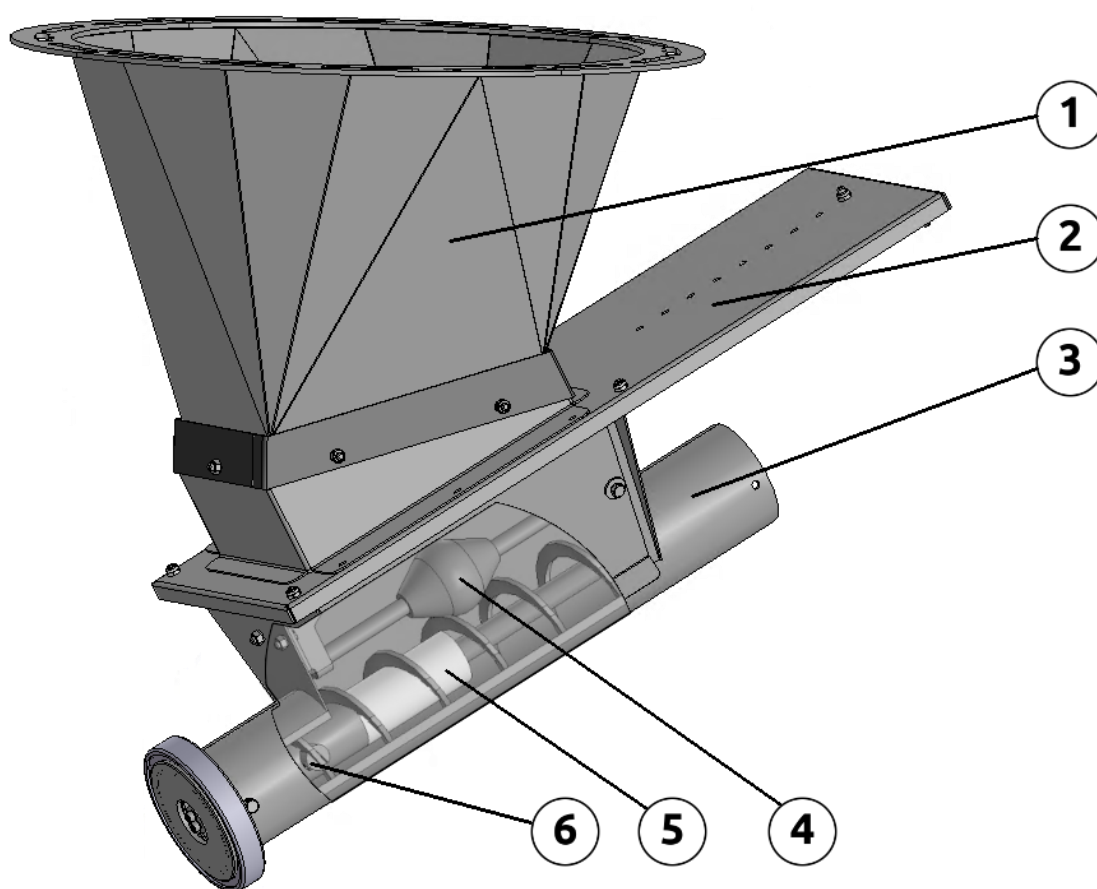

Рисунок 3.3
Приемник кормов состоит из 3-х частей (рис. 3.3): переходник (1), шибер (заслонка) (2) и поддон (3).